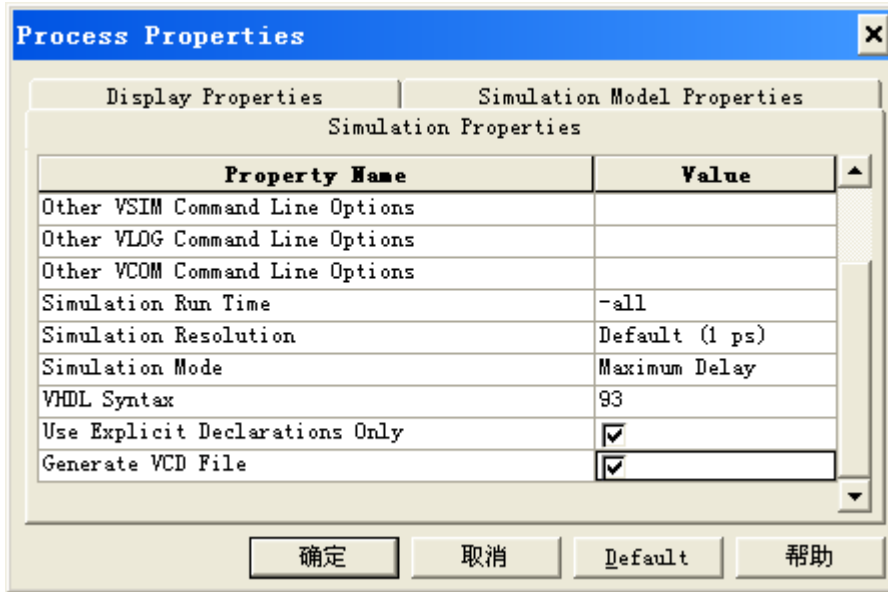

图 10-3-3 设置仿真选项
- 4、我们设置仿真波形的目的是得到仿真中生产的 VCD 文件，为了得到 VCD 文件，我们需要进行一些设置，首先在 Sources in Project 窗口中选中 top\_tbw(top\_tbw.tbw)，然后在 Process for Source: “top\_tbw”窗口中选中 Simulate Post-Place & Route VHDL Model，然后点击右键，选择 Properties...，这时候会出现如图 10-3-3 所示的窗口，我们在 Generate VCD File 后面打勾表示在仿真时生成 VCD 文件，点击确定；